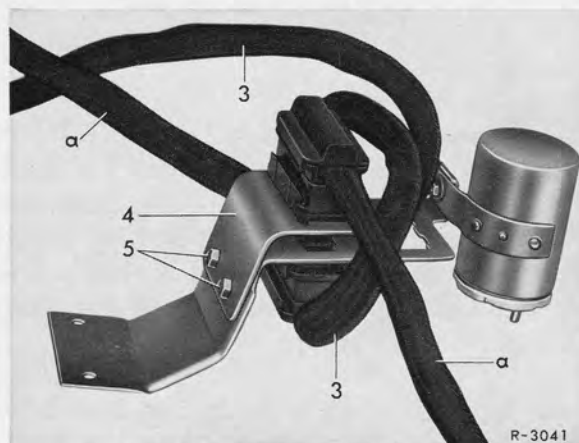

Bild 82-3/4
6. Zwischen Kupplung des Lenkungs-kabelsatzes Blinkerschalter den Zusatzleitungssatz (3) einbauen (Bild 82-3/4).